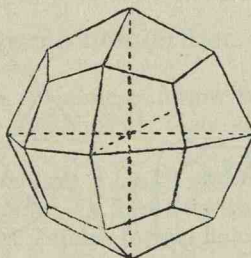

Fig. 58. Trapezoedrul.
*Trapezoedrul*, fig. 58 are 24 de fețe în formă de trapez. Axele de simetrie sunt tot ale cubului și unesc unghiurile solide.